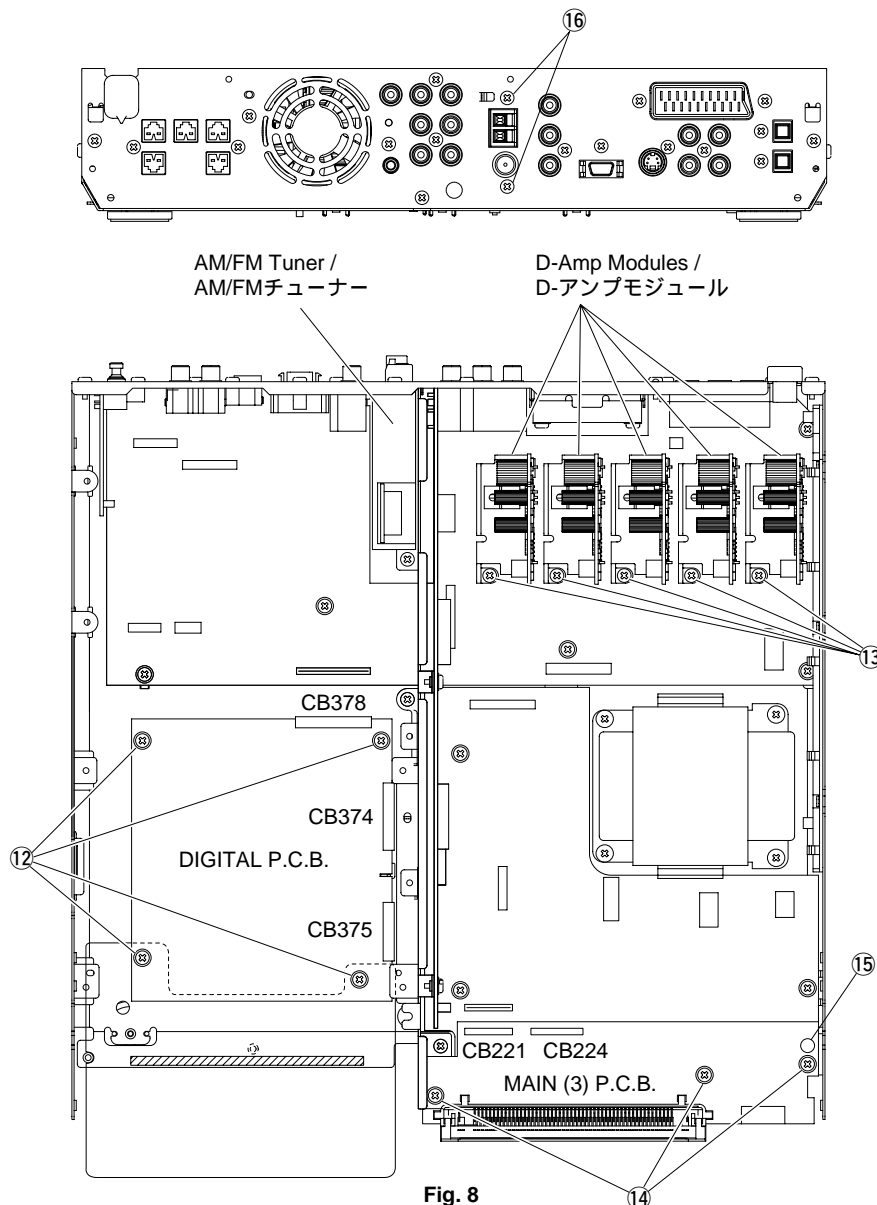

Fig. 8
- Remove connectors CB374, CB375 and CB378 in Fig. 8.
- Remove 4 screws ( ⑫ ) and then remove the DIGITAL P.C.B. in Fig. 8.
Remove 5 screws ( ⑬ ) and then remove the D-Amp Modules in Fig. 8.
- Remove connectors CB221 and CB224 in Fig. 8.
- Remove 3 screws ( ⑭ ) and 1 push rivet ( ⑮ ) and then remove the MAIN (3) P.C.B. in Fig. 8.
Remove 2 screws ( ⑯ ) and then remove the AM/FM Tuner in Fig. 8.
- コネクターCB374、CB375、CB378を外します。( Fig. 8 )
- ⑫のネジ4本を外し、DIGITAL P.C.B.を外します。( Fig. 8 )
⑬のネジ5本を外し、D-アンプモジュールを外します。( Fig. 8 )
- コネクターCB221、CB224を外します。( Fig. 8 )
- ⑭のネジ3本、⑮のプッシュリベット1本を外し、MAIN (3) P.C.B.を外します。( Fig. 8 )
⑯のネジ2本を外し、AM/FMチューナーを外します。( Fig. 8 )